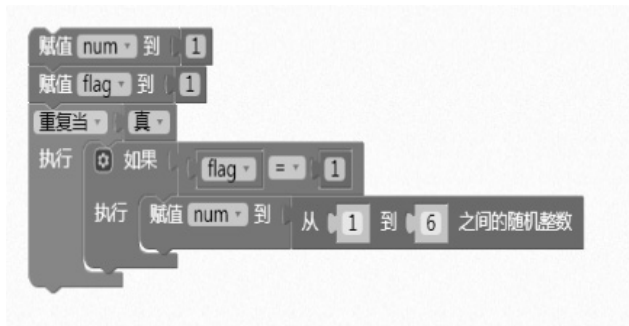

图 6-15 生成随机数
⑧ 当 `flag` 为 1 时，给 `num` 赋值 1~6 随机数并显示。选择“变量”块中的“赋值 `num` 到”，再选择“数学”块中的“从 1 到 100 之间的随机整数”，与“赋值 `num` 到”拼接，并修改为从 1 到 6 之间的随机整数，如图 6-15 所示。